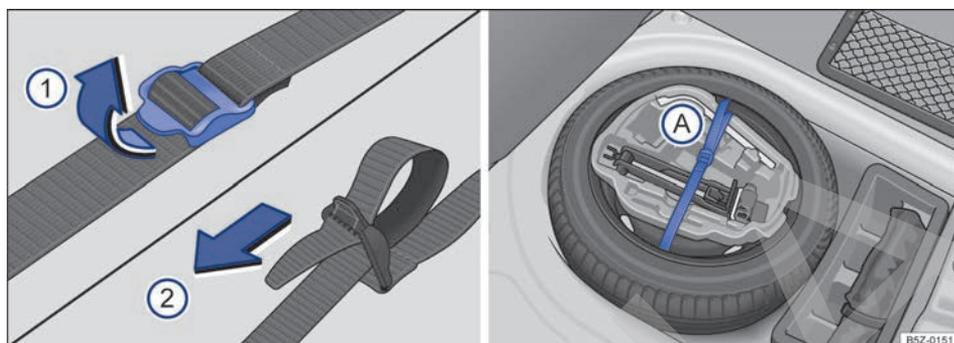

Fig. 157 En el maletero: cinta de fijación de la caja de herramientas y caja de herramientas de a bordo.
- Para soltar la cinta de fijación → fig. 157 **A**, tirar de la hebilla en el sentido de la flecha **1**.